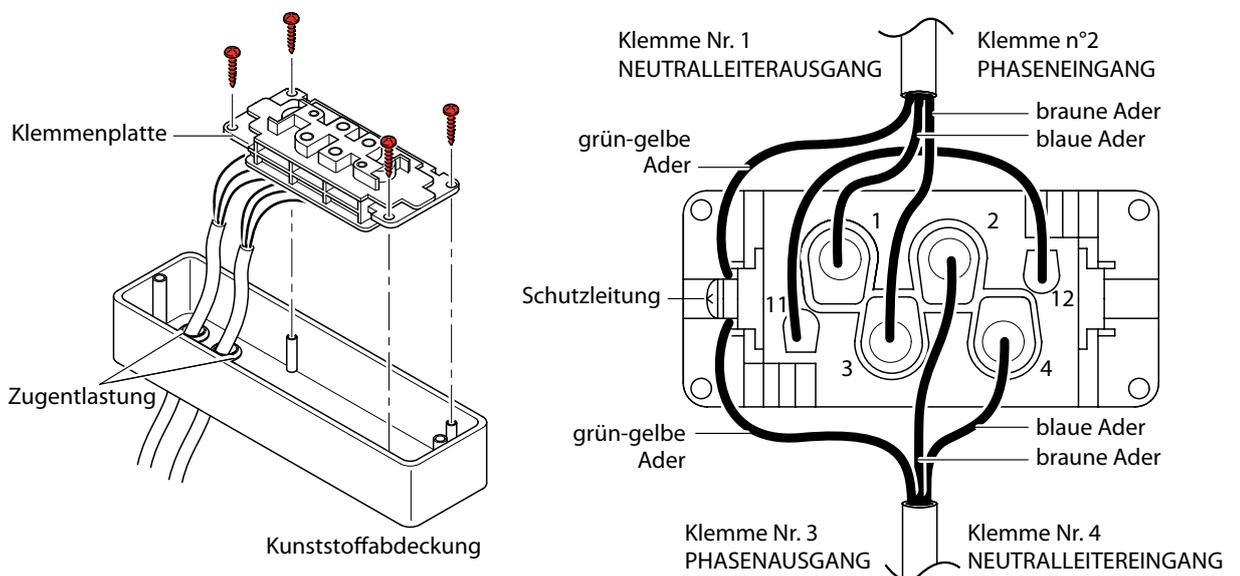

Abb. 7
5. Die Klemmenplatte in den Kunststoffdeckel einsetzen und mit den zugehörigen Schrauben befestigen; dann die Kabel durch die Kabeldurchführungen führen und mit den zwei Zugentlastungen sichern (siehe Abb. 7).